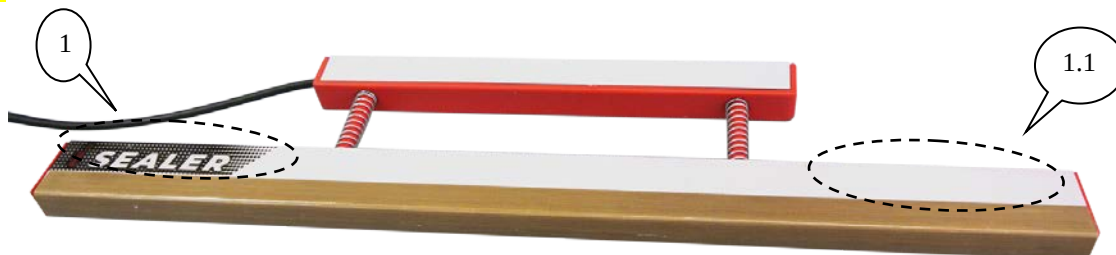

Рис. 1
- Переверните запайщик ручкой вниз и потяните его вниз, взявшись за места (1; 1.1) Рис.1;